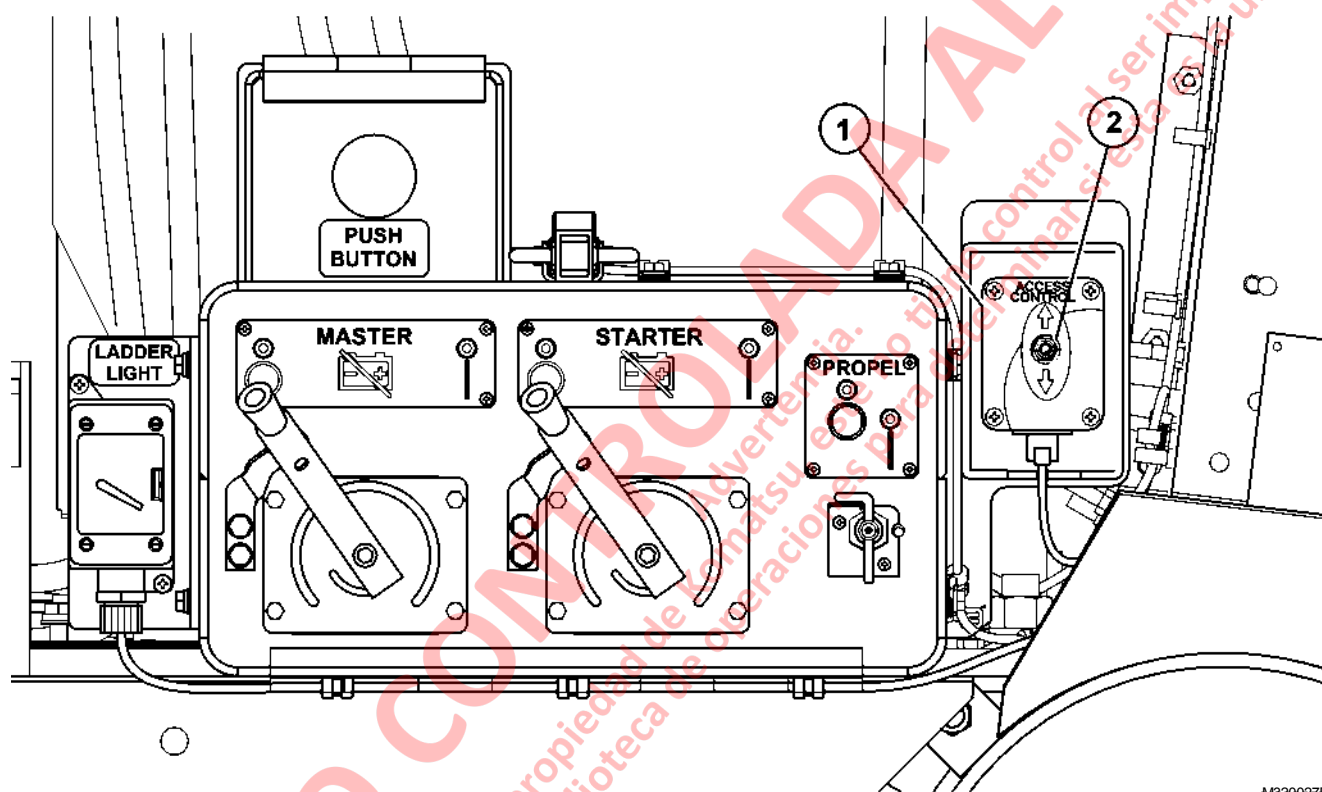

FIGURA 32-6. CAJA DE CONTROL DEL NIVEL DEL SUELO
Caja de control del nivel del suelo (1, figura 32-6) se encuentra al lado de la caja de aislamiento de la batería y contiene un switch alternador (2) que baja y sube la escalera.
Para subir la escalera, oprima el switch alternador (2, figura 32-6) hacia la posición escalera UP y suéltelo. La posición de la escalera a través de este switch es lo mismo que utilizar el panel de control de la cabina. Cualquier movimiento de la escalera será mostrada en el panel de control en la cabina.